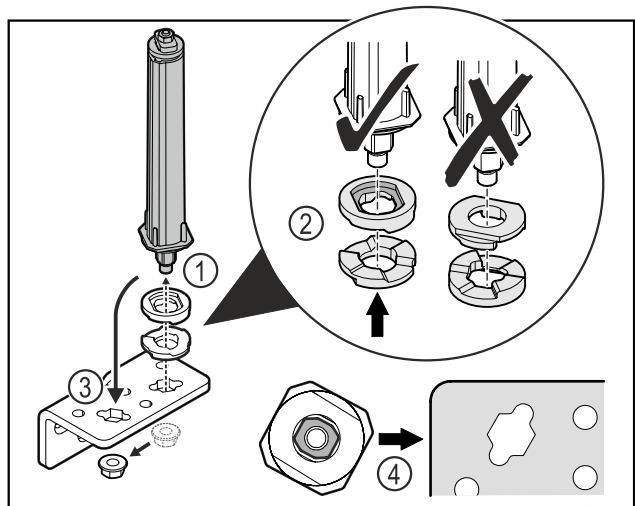

Fig. 47
- ▶ Развийте гайката и свалете затварящата система на вратата Fig. 47 (1).
- ▶ Обърнете внимание на правилното подравняване на шайбите за регулиране на височината Fig. 47 (2).
- ▶ Преместете затварящата система на вратата в ъгъла на пантата и я фиксирайте с гайката Fig. 47 (3).
- ▶ При поставяне се уверете, че затварящата система на вратата е правилно подравнена Fig. 47 (4).